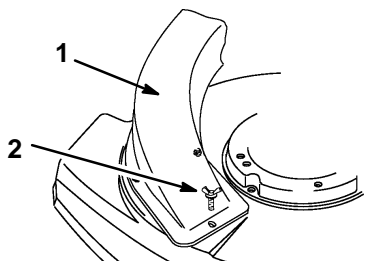

**Figure 34**
5. Insérer la tige de support de l'éjecteur dans le trou prévu du côté droit du plateau (Fig. 34).